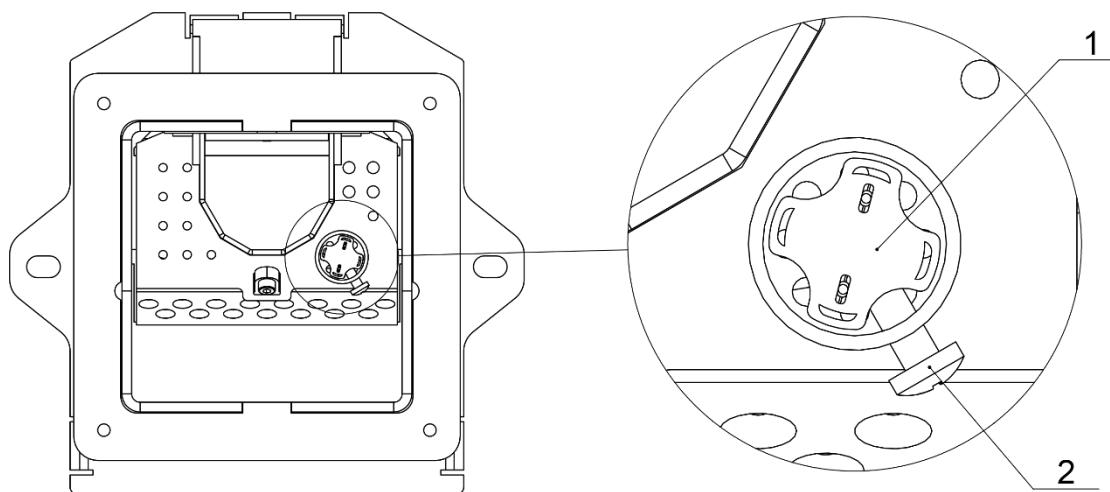

Рис. 11 Замена керамического ТЭНа розжига
- ослабить винтовой зажим керамического ТЭНа (рис.11 поз.2);
- вытащить керамический ТЭН из корпуса (рис.11 поз.1), а его провод из кабель-ввода, находящегося на монтажной пластине горелки;
- вставить новый керамический ТЭН до упора в корпус ТЭНа, придержать чтобы он не изменил положения и «от руки» (без усилия) закрутить зажимной винт. Зажимной винт (рис.11 поз.2) должен держать основание ТЭНа в его углублении (как это видно на рис.11);